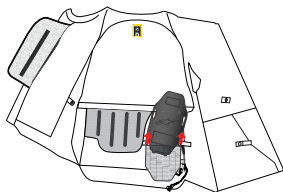

图 13
3. 打开两个固定钩环，从口袋中取出充气机外壳 (4) (图 13)。
**警告！** 拆卸充气机外壳 (4) 时无需打开。请勿打开充气罩 (4)。只有 Alpinestars 授权经销商可以打开充气罩 (4) 进行维修。